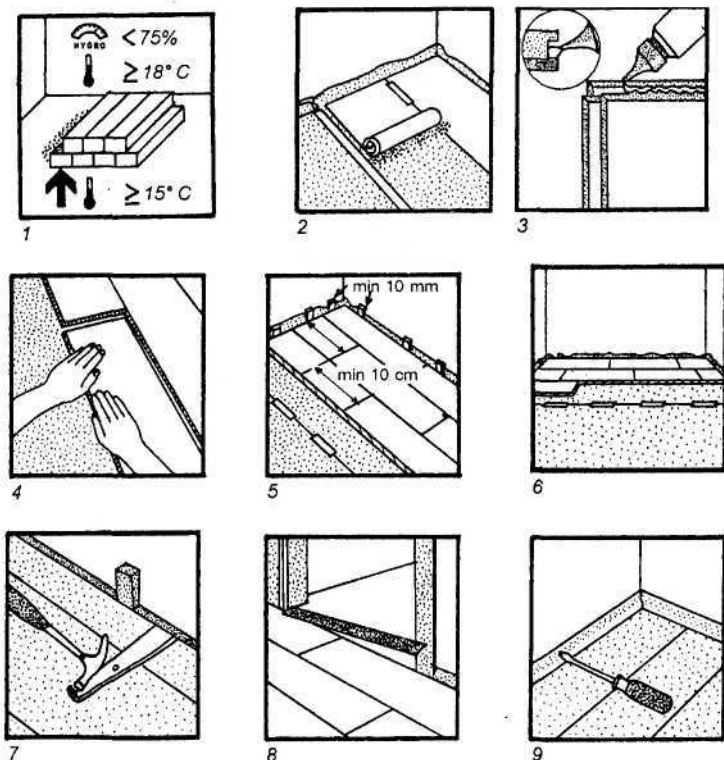

Рис. 8. Технологическая схема установки пластин «Перго»
Перед укладкой пола нераспакованные пластины следует уложить в ряд и на 2—3 дня оставить в середине помещения, в котором эти пластины будут укладываться, при этом должна быть обеспечена температура не менее 18 ° С и относительная влажность до 75%. Каждую пачку необходимо распаковывать непосредственно перед укладкой пола (рис. 8—1).
этиленовой пленки толщиной не менее 0,2 мм с минимальным нахлестом полос 20 см так, чтобы она не поднималась на стены, а ее концы были по всей длине заклеены самоклеющейся лентой. При укладке ламината на имеющиеся покрытия органического происхождения пароизоляции кладется непосредственно на эту основу (рис. 8—2).
2. Все элементы ламинированного пола склеиваются между собой при помощи конструкции шпунт — паз. В случае попадания инородного тела между шпунтом и пазом, его необходимо удалить. Затем вдоль верхнего торца паза наносится тонкий слой клея (рис. 8—3) и элементы немедленно соединяются так, чтобы между ними не осталось щели (рис. 8—4). Клей должен быть выдавлен из мест соединений по всей длине. Необходимо оставить минимальное количество клея, предотвращающее проникновение влаги. Остатки клея необходимо удалить. После окончания укладки следы клея удаляются специальным средством, но не мокрой губкой.
3. Укладку лучше всего начинать вдоль стены по направлению света. Вдоль всех стен и около конструкций необходимо оставлять не менее 10 мм зазора при помощи распорных клиньев. Для укладки можно применять обрезки пластин длиной не менее 40 см (рис. 8—5).
4. Пластины начинают укладывать так, чтобы первый ряд был пазом к стене. Второй ряд следует начинать от обрезанной части первого ряда. Три первых ряда (рис. 8—6) необходимо проверить при помощи линейки и шнура, настилая вначале их всухую без клея. Затем, пользуясь специальным набором инструментов для укладки и проверяя чтобы соединения были точные и прямые, производится склейка первых трех рядов. От правильности укладки этих рядов зависит качество укладки всего пола. После этого этот участок пола оставляется минимум на два часа для высыхания клея, после чего можно продолжать укладку. Отпиливается элемент
нужной длины от последнего ряда так, чтобы оставался зазор и соединяется с предыдущим рядом, используется специальное приспособление (рис. 8—7). При этом между стеной и полом постоянно вставляются распорные клинья.
5. Следует предусматривать зазоры в дверных проемах, на стыках с другими видами полов, а также около стен. В помещениях с длиной стен более 6 м и шириной более 5 м сумма припусков (вместе с теми, которые у стен) должна быть более 15 мм. В помещениях более 10 м или шире 8 м необходимо делать дополнительные зазоры. Эти зазоры можно закрыть специальным профилем (рис. 8—8 и 8—9).
На рис. 8 показаны плинтуса, профили для перехода с одного уровня на другой или для разных типов пола, а также профили для дверей без порогов или при устройстве пола на больших площадях (при длине более 12 м и ширине более 8 м) и профиль для ступенек.